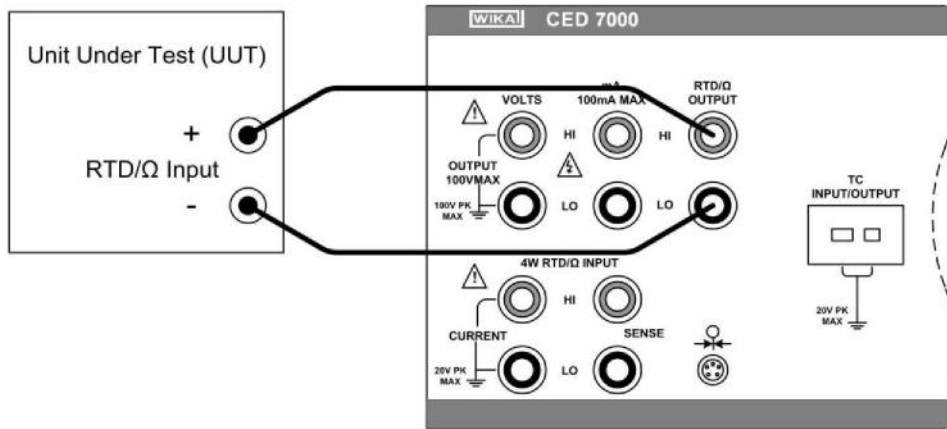

图 13 - RTD/Ω 输出连接
- e) 将待测试设备连接到 CED 7000 的 RID/O 输出端子，如图 13 所示。